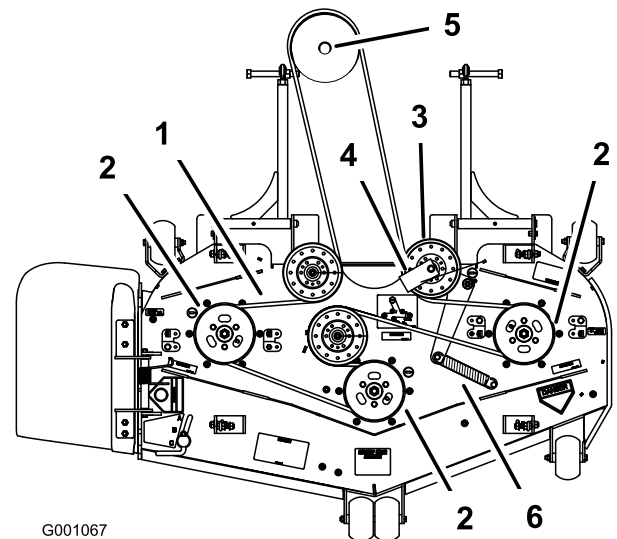

Figure 68
8. Acheminez la courroie neuve autour des poulies du plateau de coupe et de la poulie du boîtier d'engrenages, sous le moteur (Figure 68).
9. Montez le guide de courroie sur la poulie de tension rappelée par ressort à un angle de 45 degrés, comme montré à la Figure 68.
11. Accrochez le ressort de tension aux 2 montants (Figure 68).